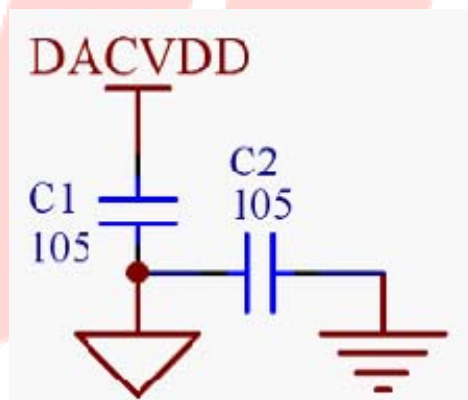

图4 ESD 静电处理电路
- 1) 在DACVDD电源的退耦电容C1处,就近用105电容把AGND和GND连接起来,如图4。